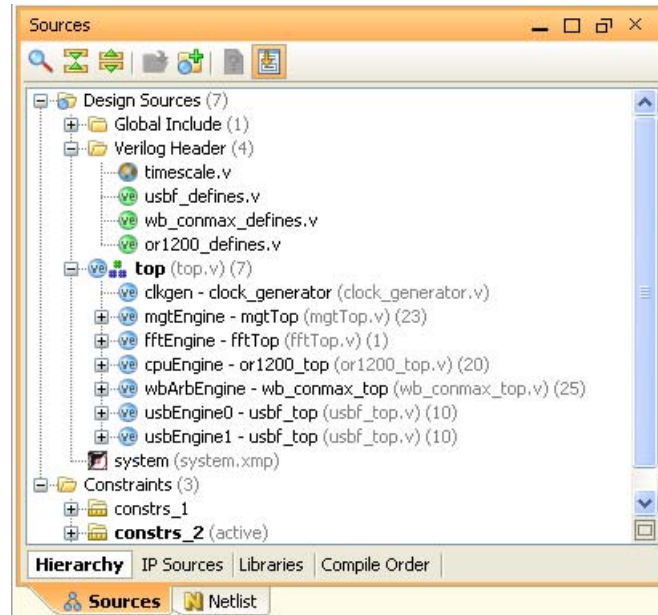

図 4-38 : [Sources] ビュー
通常は、PlanAhead でプロジェクトを開くと [Sources] ビューが開きます。[Sources] ビューを開くには、[Window] → [Sources] をクリックします。図 4-38 に、[Sources] ビューの例を示します。
- [Hierarchy] タブには、最上位モジュールを含むデザイン ソースの階層ビューが表示されます。最上位モジュールでは、コンパイル、合成、インプリメンテーション用のデザイン階層が定義されます。[Sources] ビューでは、最上位モジュールのアイコンで表示されます (図 4-38)。PlanAhead では自動的に最上位モジュールが識別されますが、[Set as Top] コマンドを使用して手動で最上位モジュールを定義することもできます (147 ページの「[Sources] ビューのポップアップ メニュー」)。
[Sources] ビューのツールバーには、次のコマンドがあります (145 ページの図 4-38)。